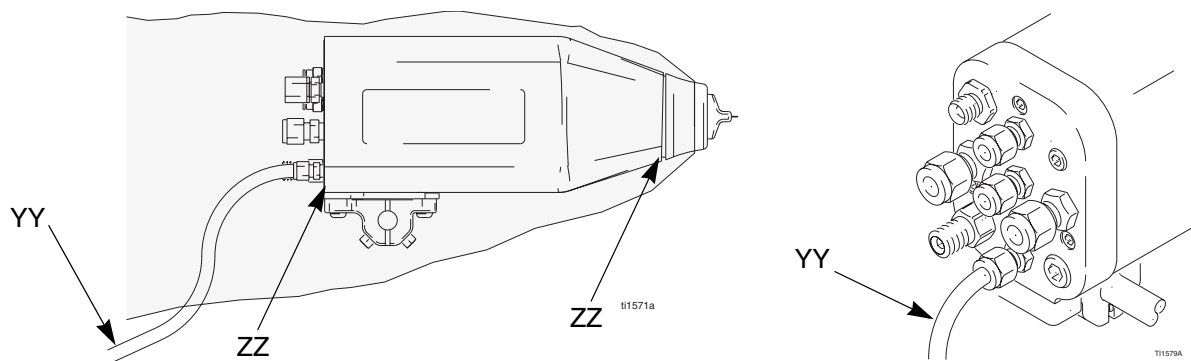

Abb. 14. Auf Materialleckagen prüfen
Während des Betriebes in regelmäßigen Abständen das Abluftrohr (YY) und beide Enden des Pistolenabdeckblechs (ZZ) auf austretendes Material überprüfen. Siehe Abb. 14. Material in diesen Bereichen würde darauf hindeuten, dass Spritzmaterial auch hinter das Pistolenabdeckblech geflossen ist, was durch Undichtigkeiten an den Materialrohrverbindungen oder den Materialpackungen verursacht werden könnte.